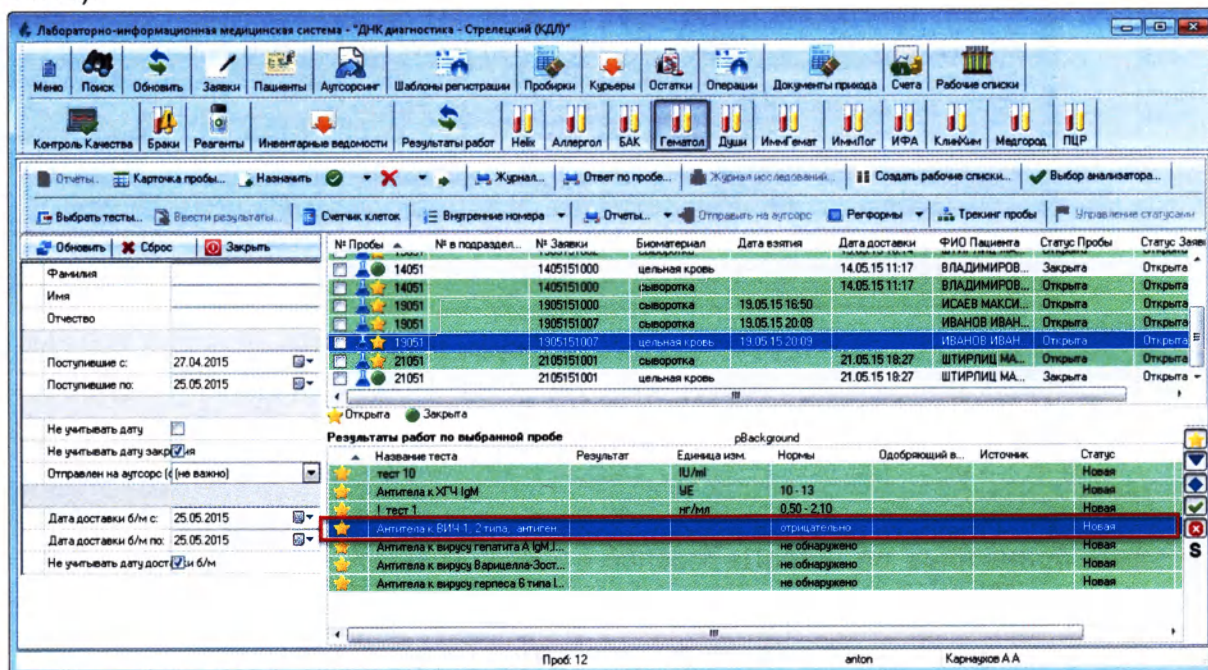

Рисунок 14.16
- В нижней части рабочего журнала в области **«Результаты работ по выбранной пробе»** выберите необходимую работу, щелкнув по ней левой кнопкой мыши (Рисунок 14.16):